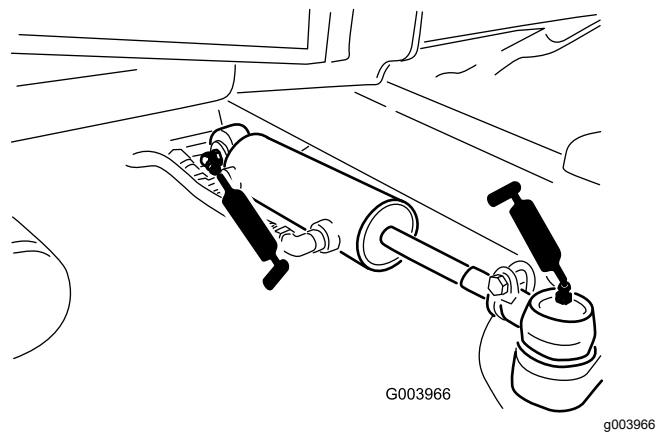

Рисунок 76
- Шаровые опоры гидроцилиндра рулевого управления (2 шт.) (Рисунок 76)